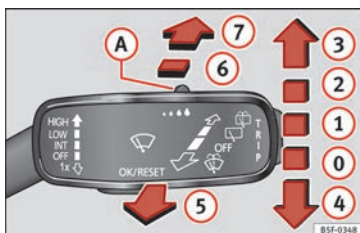

Abb. 40 Bedienung von Windschutz- und Heckscheibenwischer
1	INT Intervallwischen für die Frontscheibe. Mit Schalter » Abb. 40 (A) Intervallstufen (Fahrzeuge ohne Regensensor) oder Empfindlichkeit des Regensensors einstellen.